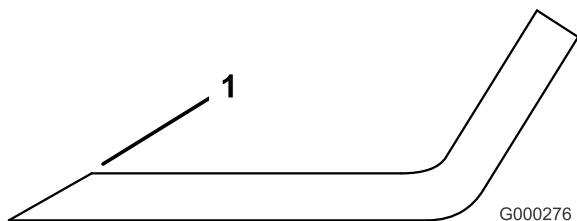

Figure 81
1. Au moyen d'une lime, aiguissez les tranchants aux deux extrémités de la lame (Figure 81). Veillez à conserver l'angle de coupe d'origine. Limez la même quantité de métal sur chacun des deux tranchants pour ne pas déséquilibrer la lame.